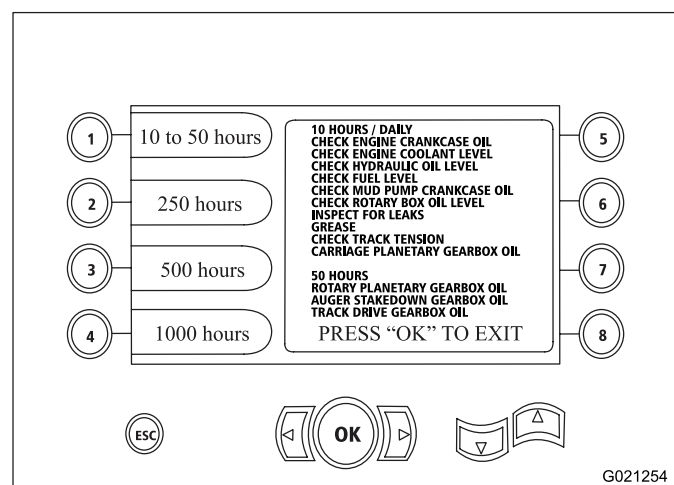

**Figure 24**
- Bouton 1 – calendrier d'entretien à 10 heures et 50 heures (Figure 24)